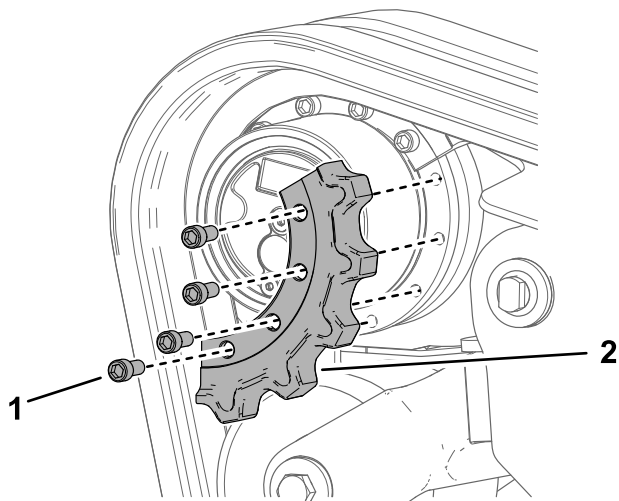

Рисунок 72
12. Снимите сегмент ведущего колеса (Рисунок 72).
6. Нанесите резьбовой герметик на болты первого снятого сегмента ведущего колеса и установите этот сегмент (Рисунок 72). Затяните болты с моментом от 247 до 301 Н·м.